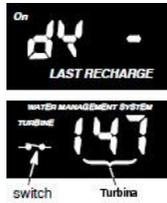

Figura 17 - Display turbina
1. Tenere premuto per 3 secondi il tasto "DATA" finché il display appare come in Figura 17. Nella parte superiore del display, accanto a dY, viene visualizzato il numero di giorni trascorsi dall'ultima rigenerazione.